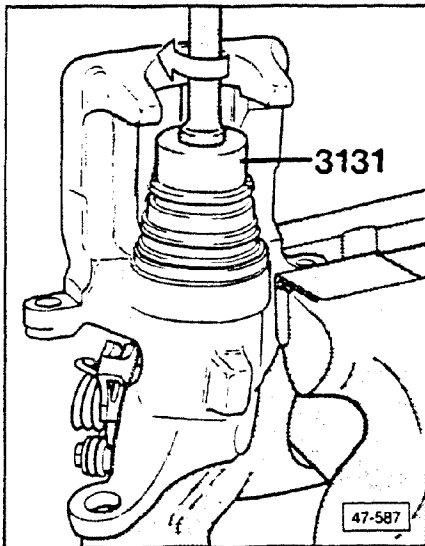

Fig. 5 Piston, installing
► Fig. 5 Piston, installing
► Fig. 5 Pistons, installing